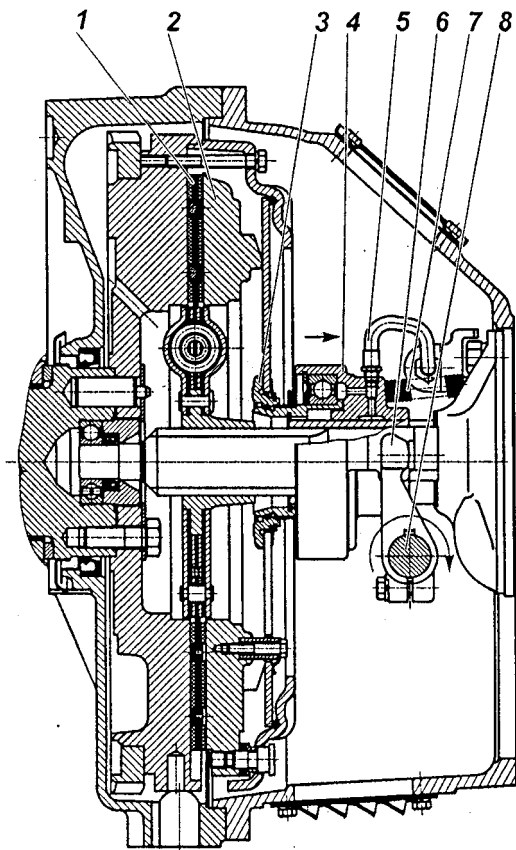
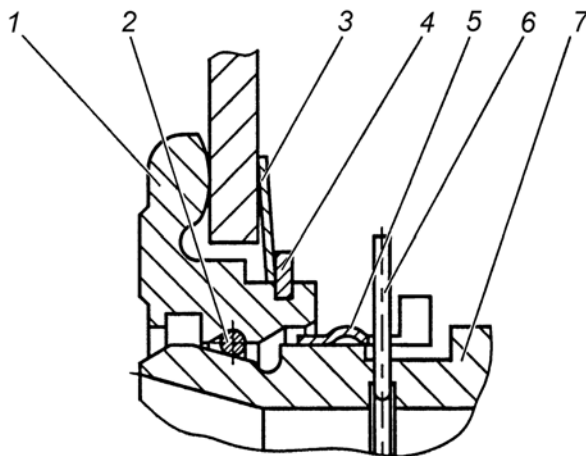

Рис. 106. Сцепление модели ЯМЗ-182:
Рис. 108. Запорное устройство:
Диафрагменное сцепление модели 182 (рис. 106) состоит из ведущих и ведомых частей, а также деталей механизма выключения сцепления, устанавливаемых в картер сцепления.
Механизм выключения сцепления состоит из муфты 4 (рис. 106) с подшипником, вилки 6 и валика 8. Муфта соединена через упорное кольцо 3 с диафрагменной пружиной с помощью запорного устройства.
Оттяжная пружина 7 (рис.106) исключает проворот и осевые перемещения втулки 7 (рис. 108) относительно упорного кольца 1 (рис. 108). По мере износа фрикционных накладок муфта выключения сцепления 4 (рис. 106) перемещается вместе с пружиной в сторону маховика, при этом конструкция привода выключения сцепления автомобиля или другого транспортного средства обеспечивает поворот вилки 6 (рис. 106) по часовой стрелке после выбора зазора между лапками вилки и муфтой за счет периодической регулировки привода или постепенный поворот за счет конструкции гидропривода.
Конструкция запорного устройства показана на рис.108. Она включает в себя упорное кольцо 1, втулку подшипника муфты 7 с фасонной канавкой, пружинное кольцо 2 круглого сечения, а также замковое кольцо 5. Упорное кольцо 1 устанавливается на диафрагменную пружину при сборке нажимного диска с кожухом и удерживается за счет пружинной шайбы 3 и стопорного кольца 4. На рисунке муфта заперта (соединена) с упорным кольцом. Внутри втулки подшипника муфты 7 установлено предохранительное кольцо 6, имеющее снаружи
Выключение сцепления обеспечивается поворотом вала по часовой стрелке. Допустимое направление перемещения муфты и поворота вала для выключения сцепления показано на рис. 106 стрелками. Перемещение муфты и поворот вала в обратном направлении не допустимо.
- 5 С помощью специальной оправки сцентрировать кольцо 3 (рис. 106) относительно оси коленчатого вала двигателя.
- 2 Убедиться что муфта выключения сцепления отведена до упора в крышку подшипника первичного вала коробки передач пружиной 7 рис. 106.
Проверка качества установки сцепления (отсутствие "ведения", контроль величины крутящего момента на валу вилки) осуществляется на неработающем двигателе. Для этого необходимо повернуть вал вилки на угол  $9^{\circ}30' \dots 11^{\circ}$  по часовой стрелке, что соответствует перемещению муфты на 11...13 мм от двигателя. При этом выходной вал коробки передач, при включенной передаче, должен вращаться при приложении крутящего момента не более 5 Н·м (0,5 кгс·м). Поворот вала вилки выключения сцепления по часовой стрелке показан на рис. 106.
- 4 Совместить полукруглый паз на муфте выключения сцепления в передней ее части с выступающим усом предохранительного кольца 6 (рис. 108) и, утопив его каким-либо предметом, удерживать в утопленном положении через центральное отверстие муфты выключения сцепления.